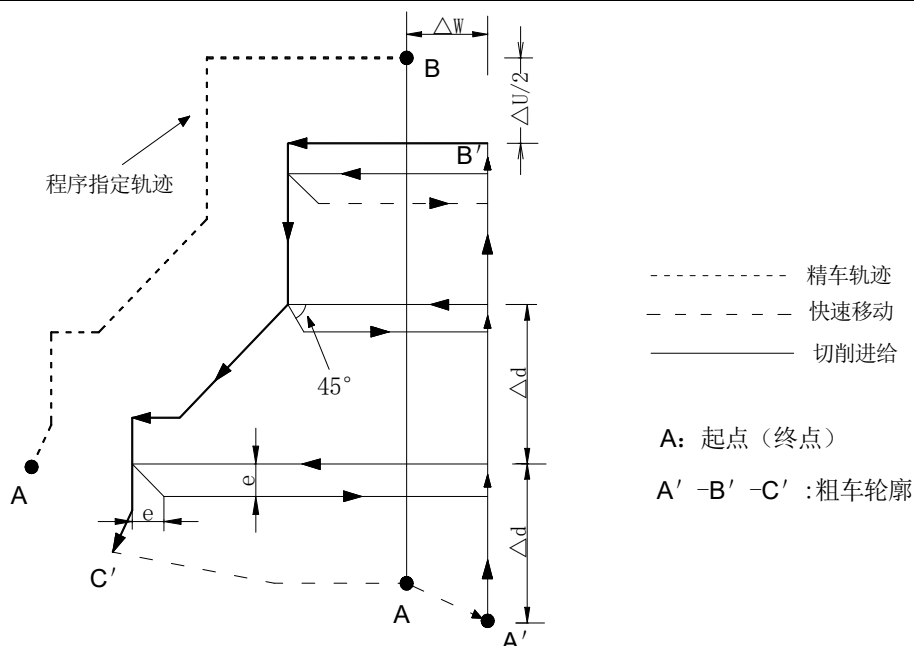

图 3-25 G71 代码循环轨迹
1) 代码执行过程: 图 3-25。
- ① 从起点A 点快速移动到A'点, X 轴移动 Δu 、Z 轴移动 Δw ;
- ② 从A'点X 轴移动 Δd (进刀), ns 程序段是G0 时按快速移动速度进刀, ns 程序段是G1 时按G71 的切削进给速度F 进刀, 进刀方向与A 点→B 点的方向一致;
- ③ Z 轴切削进给到粗车轮廓, 进给方向与B 点→C 点Z 轴坐标变化一致;
- ④ X 轴、Z 轴按切削进给速度退刀e(45°直线), 退刀方向与各轴进刀方向相反;
- ⑤ Z 轴以快速移动速度退回到与A'点Z 轴绝对坐标相同的位置;
- ⑥ 如果X 轴再次进刀($\Delta d+e$) 后, 移动的终点仍在A'点→B'点的联机中间(未达到或超出B'点), X 轴再次进刀($\Delta d+e$), 然后执行③; 如果X 轴再次进刀($\Delta d+e$) 后, 移动的终点到达B'点或超出了 A'点→B'点的联机, X 轴进刀至B'点, 然后执行⑦;
- ⑦ 沿粗车轮廓从B'点切削进给至C'点;
- ⑧ 从 C'点快速移动到 A 点, G71 循环执行结束, 程序跳转到 nf 程序段的下一个程序段执行。